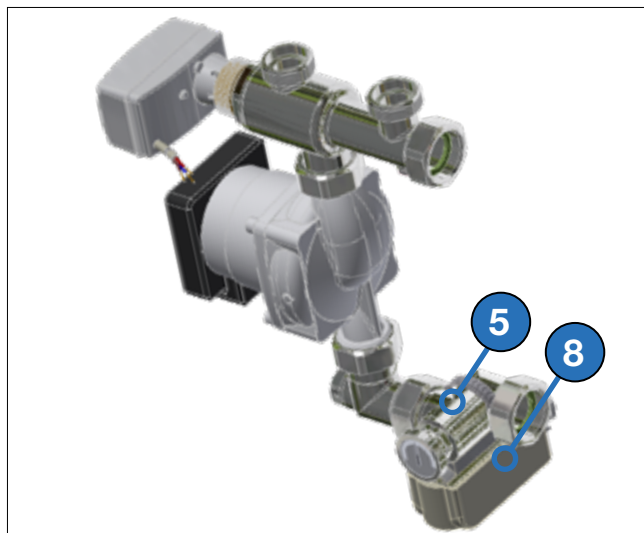

Fig. 8-2
2. Ruotare il raccordo a vite eccentrico (5, Fig. 8-2)
3. Posizionare il limitatore di temperatura (8, Fig. 8-2)